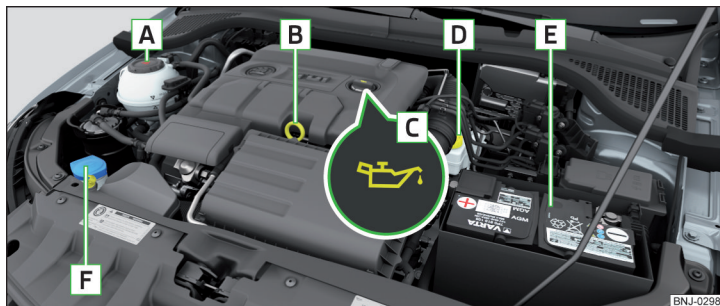

Fig. 258 Exempu de dispunere în compartimentul motor
- Deșurubați capacul orificiului de umplere cu ulei **C** » fig. 258 la pagina 217.